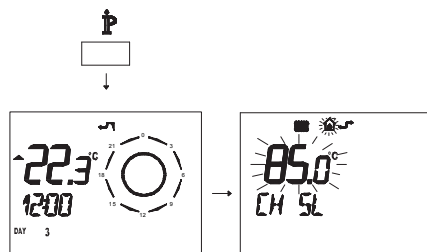

Figura 5.39
- Pulse durante más de 3 segundos el botón \mathbb{P} para entrar en la modalidad *INFO* (Figura 5.39).